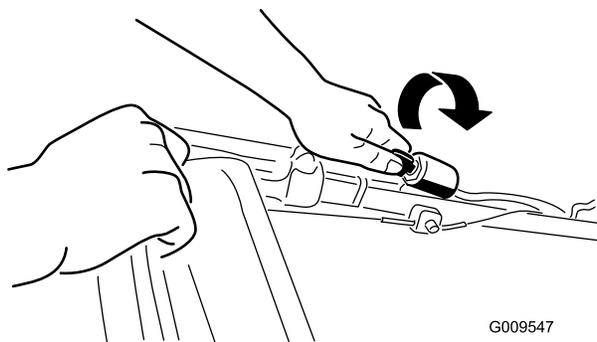
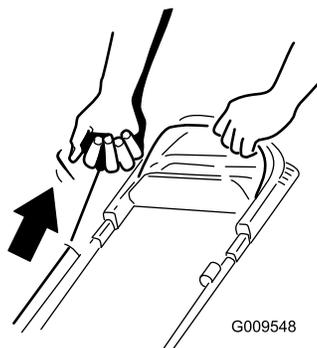

Рисунок 11
Рисунок 12
2. Поверните ключ зажигания (Рисунок 11) (только для моделей с электрическим запуском) или потяните за ручку стартера (Рисунок 12).
Примечание: Слегка потяните за ручку стартера без усилия до тех пор, пока не почувствуете сопротивление, после чего резко дерните ее (Рисунок 12). Дайте тросу медленно вернуться в ручку.